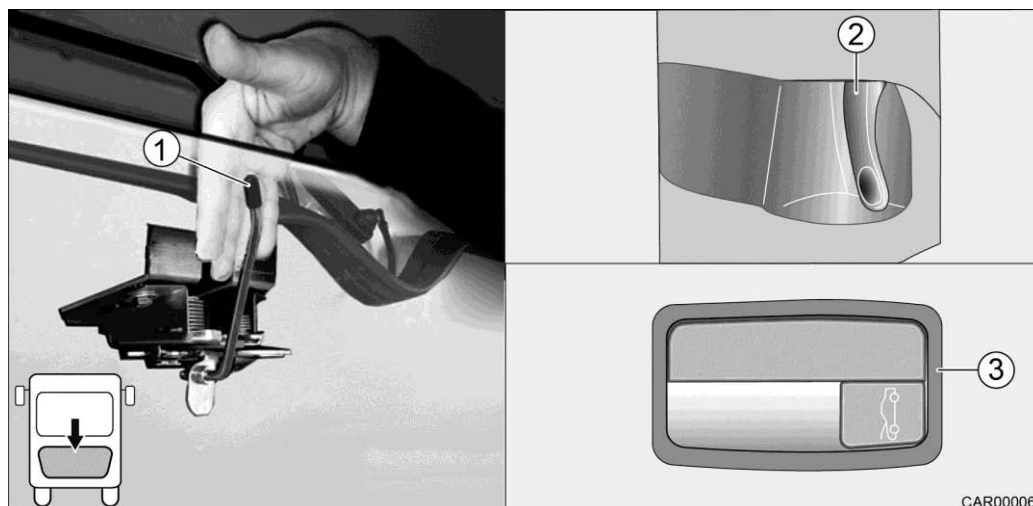

Fig. 24 Ouvrir le capot moteur
s-plus : poignée dans l'espace-pieds (Fig. 24/2)
e-line : poignée dans l'étagère en cabine (Fig. 24/3)
2. Glisser le levier de sécurité (Fig. 24/1) derrière le capot moteur vers la gauche pour débloquer le verrouillage.